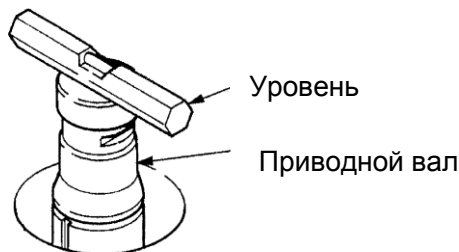

Рис.6-4 Установка уровня
- (3) Установите уровень на верхнюю часть приводного вала в камере ротора (см. Рис. 6-4). Поворачивайте четыре регулировочных винта до тех пор, пока пузырек в уровне не покажет, что прибор установлен горизонтально.
- (4) После установки прибора в горизонтальном положении убедитесь, что четыре регулировочных винта прикреплены к полу.